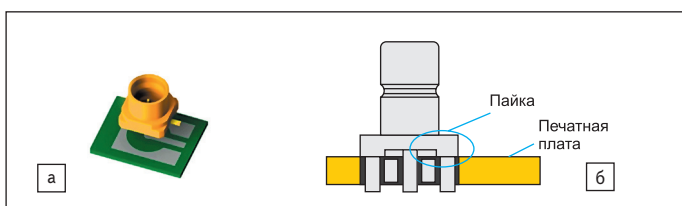

Рис. 1. Монтаж соединителей: а) поверхностный; б) в отверстия печатной платы
- для поверхностного монтажа — Surface Mount Connector, или PCB Connector SMD (рис. 1а);
- для монтажа в отверстия печатной платы — PCB Connector (рис. 1б).